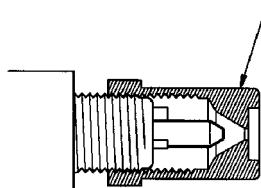

FIGURA 15A
- b. Destornille las campanas de orificio de los quemadores para sacarlas de los pasadores. (Vea la figura 15A.) 1 1/2 a 2 vueltas aproximadamente.